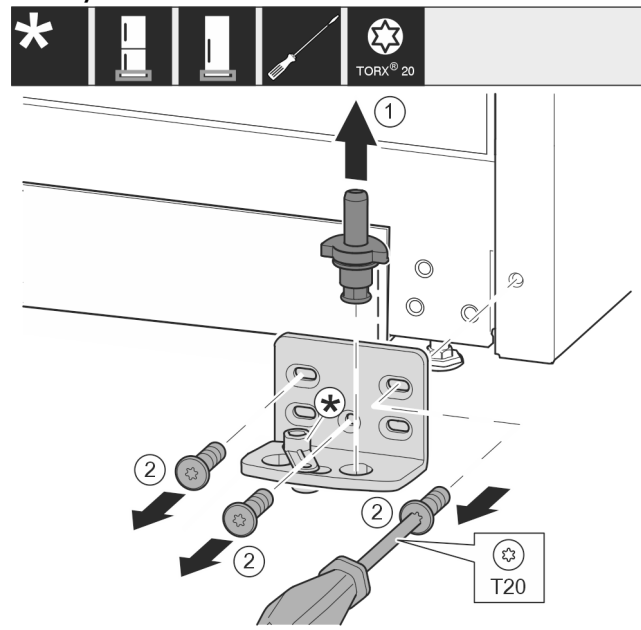

Fig. 9
- ▶ Ložiskový čap vytiahnite úplne nahor. Fig. 9 (1)
- ▶ Skrutky vyskrutkujte skrutkovačom T20 a odnímite ložiskovú konzolu. Fig. 9 (2)